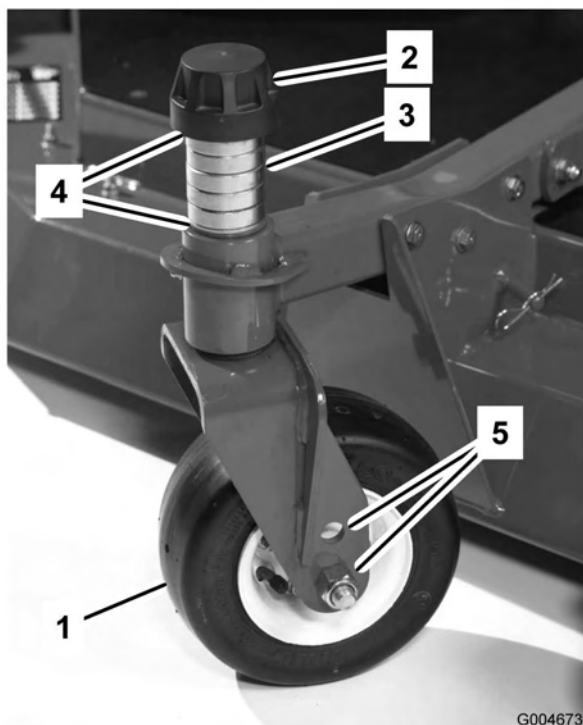

Figura 87
1. Retire a tampa de fixação do eixo roscado e desloque o fuso para fora do braço da roda giratória (Figura 87). Volte a montar os calços para levantar ou baixar a roda giratória até obter uma inclinação correcta da unidade de corte.